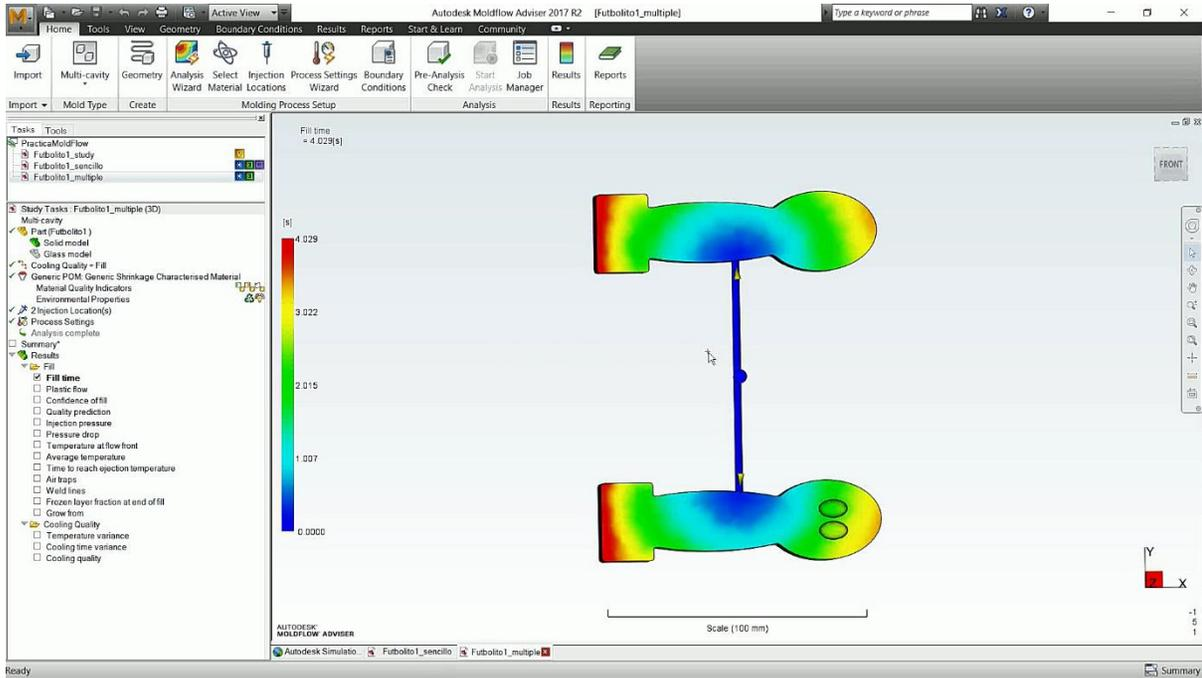

Figura 6.67 Resultados del análisis.
- Observar los resultados (Figura 6.67).